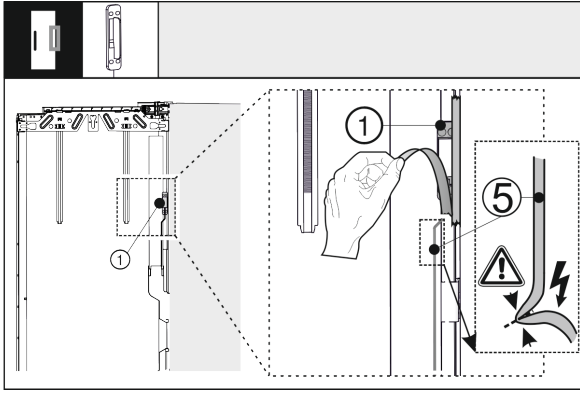

Fig. 40
- ▶ 松开外门上的敲门传感器 Fig. 40 (1)。不要损坏连接电缆 Fig. 40 (5)。